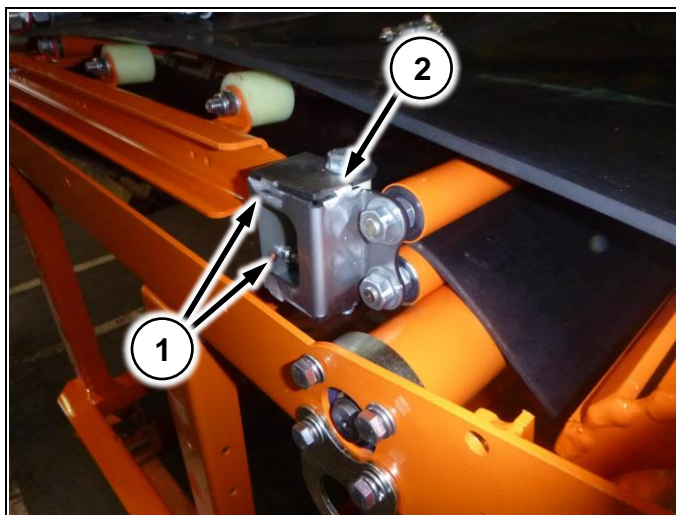

Рис. 180
1. Отверните две гайки (Рис. 180/1)
2. Сдвиньте упоры с обеих сторон ленты (Рис. 180/2) в сторону, противоположную той, в которую сбегает лента, на одно отверстие.).